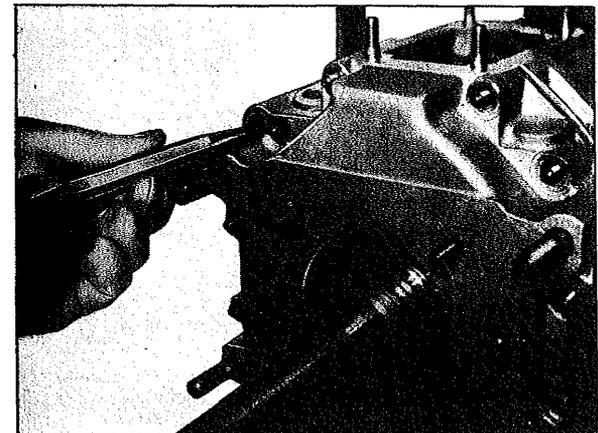

Fig. 10
- 7.1 Chasser les 2 goupilles cylindriques (116) (fig. 10).